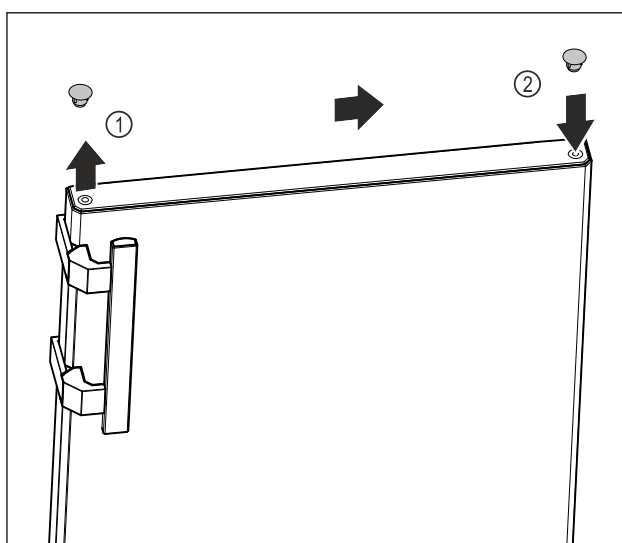

Fig. 14
- ▶ Afdekdop van de bovenkant van de deur Fig. 14 (1) voorzichtig optillen met een platte schroevendraaier.
- ▶ Plaats de afdekdop aan de andere kant. Fig. 14 (2)